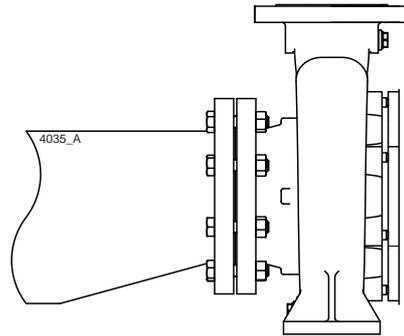

Abbildung 2: Exzentrisches Reduzierstück zum Ansaugflansch.
- Der Durchlass der Saugleitung muss genügend groß sein. Diese Leitung ist zur Vermeidung von Luftsäcken so kurz wie möglich und zur Pumpe hin ansteigend zu verlegen. Ist dies nicht möglich, so muss am höchsten Punkt der Saugleitung eine Entlüftungsmöglichkeit vorgesehen werden. Hat die Saugleitung einen größeren Innenquerschnitt als der Saugstutzen, muss ein exzentrisches Reduzierstück eingesetzt werden, sodass kein Luftsack und keine Wirbel entstehen können. Siehe Abbildung 2.